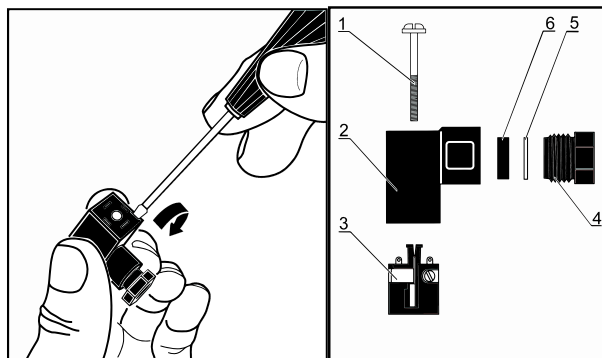

Рисунок 4.5 – Монтаж проводов
5. Для датчиков с DIN разъемом (см. рисунок 4.5):